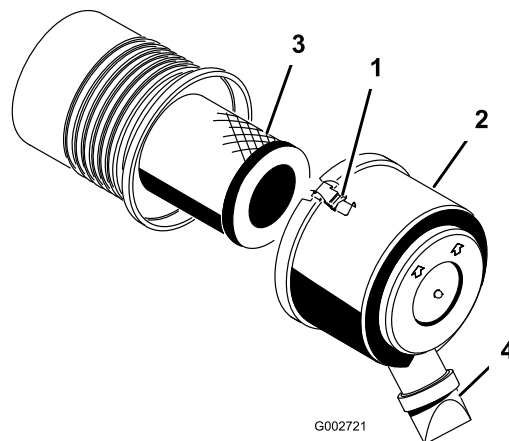

Bild 27
1. Lösen Sie die Riegel, mit denen die Abdeckung des Luftfilters am Luftfiltergehäuse befestigt ist (Bild 27).